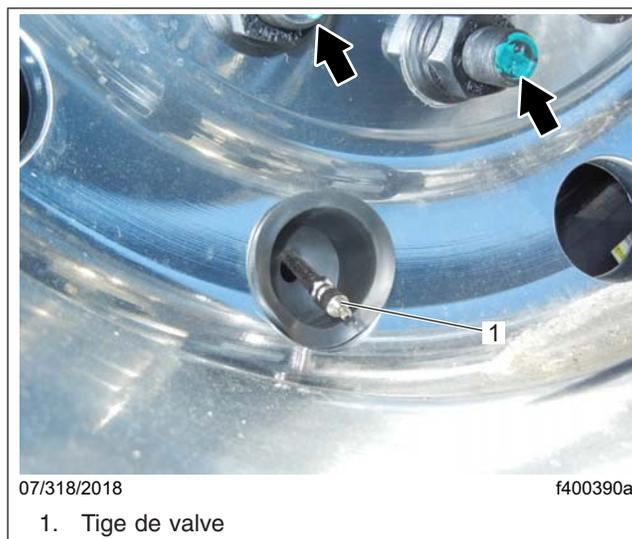

Fig. 8, Marquage des goujons de roue
5. Faites une marque sur les deux goujons de roue les plus proches du corps de valve, comme illustré sur la **figure 8**, pour faciliter le positionnement correct de l'ensemble de roue lors de sa remise en place sur le moyeu.